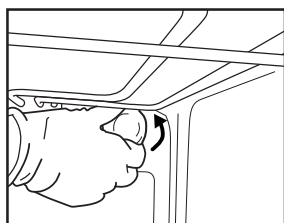

Fig. 6
2. Dévissez le capot de l'ampoule (Fig. 6), remplacez l'ampoule grillée par une neuve (voir « Remarque » pour connaître le type), puis revissez le capot de l'ampoule.